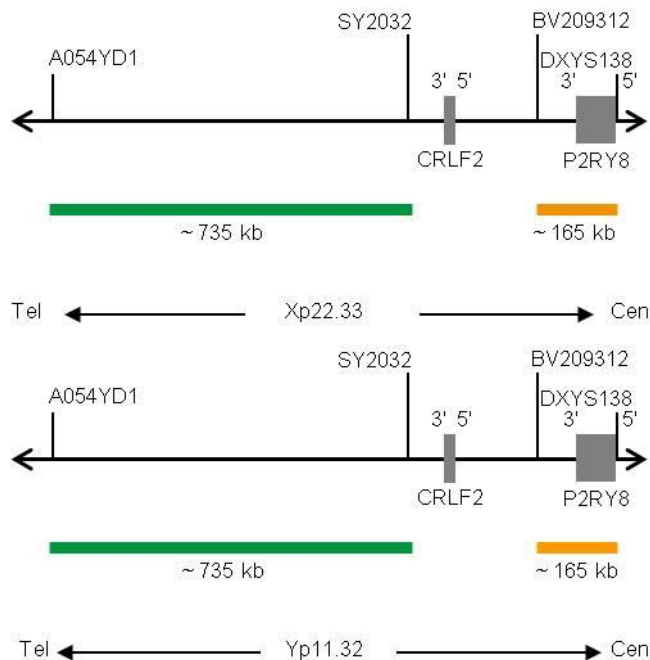

Fig. 1: Arriba: cromosoma X SPEC CRLF2 Mapa de la sonda; abajo: cromosoma-Y SPEC CRLF2 Mapa de la sonda (no está a escala)
- Polinucleótidos marcados en verde (excitación a 503 nm/emisión a 528 nm) ZyGreen (~10,0 ng/μl), dirigidos a secuencias localizadas en Xp22.33 (chrX:513,125-1,245,395) e Yp11.32* (chrY:463,125-1,195,395) distales a la región del punto de ruptura de CRLF2 (ver Fig. 1).
- Polinucleótidos marcados en naranja (excitación a 547 nm/emisión a 572 nm) ZyOrange (~4,5 ng/μl), dirigidos a secuencias localizadas en Xp22.33 (chrX:1,497,976-1,660,328) e Yp11.32* (chrY:1,498,976-1,657,328) proximales a la región del punto de ruptura de CRLF2 (ver Fig. 1).